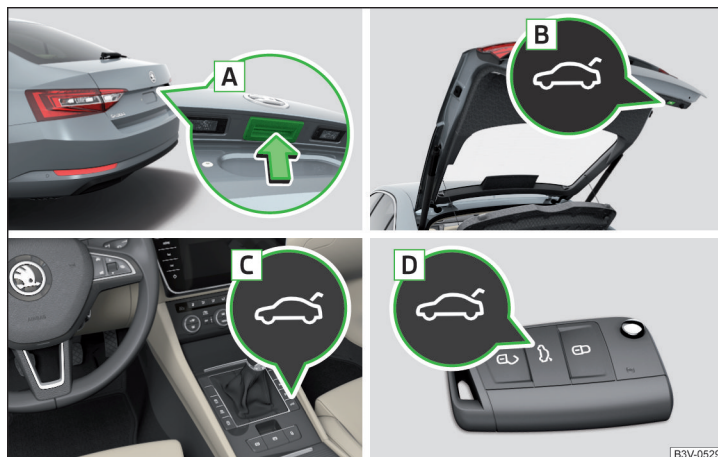

Abb. 56 Klappenbedienung
- ▶ Durch das Drücken des Griffs **A** » Abb. 56.
- ▶ Durch das Drücken der Taste **B** » Abb. 56.
- Die Taste **A** » Abb. 56 wird beim Anfahren bzw. ab einer Geschwindigkeit von mehr als 5 km/h deaktiviert. Nach dem Anhalten und Öffnen einer Tür wird die Taste wieder aktiviert.
- ▶ Die Taste **B** » Abb. 56 auf Seite 66 gedrückt halten, bis ein akustisches Signal ertönt.
Die Klappe reagiert nicht auf ein Öffnungssignal	Entfernen eines eventuellen Hindernisses (z. B. Schnee), erneutes Öffnen der Klappe » Seite 66 Drücken des Griffs A » Abb. 56 auf Seite 66 und Ziehen der Klappe nach oben